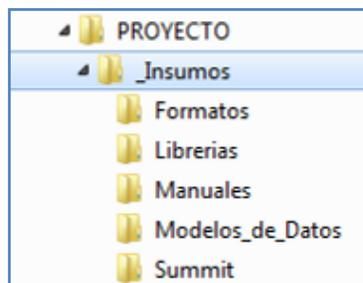

Figura 2. Almacenamiento de la información Carpeta Insumos
- Dentro de la carpeta Insumos se almacenan las plantillas de los formatos a utilizar, librerías, manuales de referencia, modelos de datos y los archivos Summit de cada proyecto a trabajar, dentro de las carpetas que se muestran en la Figura 2.